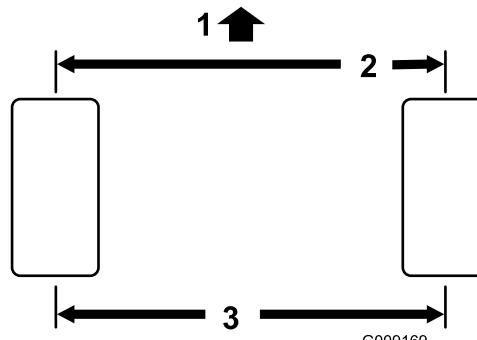

図 49
1. 後輪の前と後ろで、左右のタイヤの中央線距離を測るアクスルの高さ位置で計測。前での計測が 3 mm 小さければ正常である図 49。